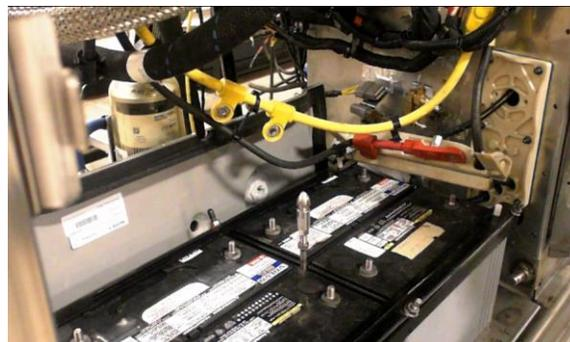

FIGURE 50 DÉGAGEMENT DES CÂBLES
4. Dégager tous les câbles des batteries sur le côté (FIGURE 50).